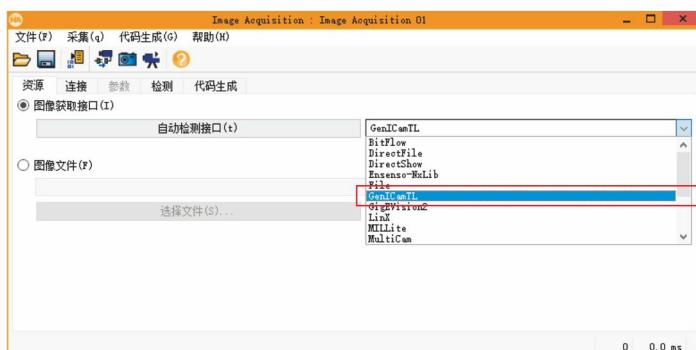

图37 “点击获取图像接口”界面
- 更改参数，点击“自动检测接口”，或手动把“File”改为“GenICamTL”，如下图37红框内。